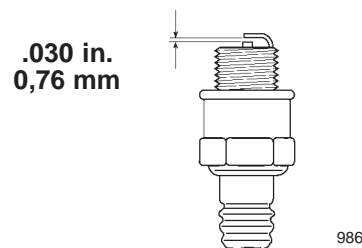

Figure 24
4. Réglez l'écartement des électrodes de la bougie neuve à 0,76 mm (Fig. 24).